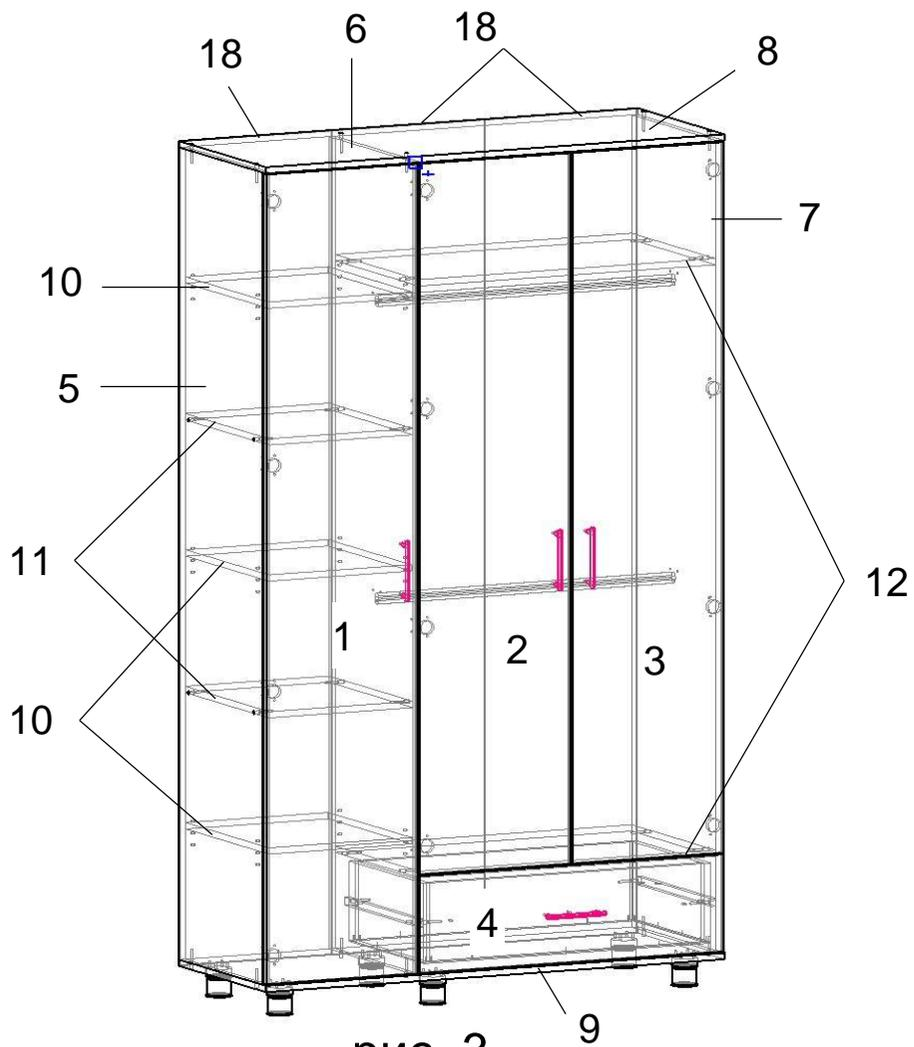

рис. 3
- 2 Соберите корпус шкафа (рис. 3).